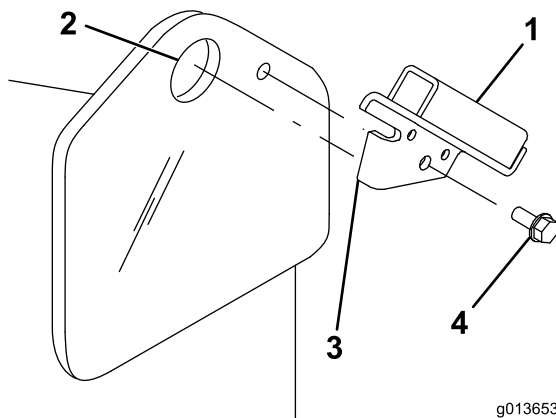

Bild 3
1. Stecken Sie die Nase am Scheibenbügel in das Hebestellenloch an der Zugmaschine, wobei Sie das Loch in der Halterung mit dem kleinen Loch im Rahmen der Zugmaschine ausfluchten (Bild 3).
Hinweis: Es gibt einen Bügel rechts und einen links. Stellen Sie sicher, dass Sie für jede Seite den richtigen Bügel verwenden. Die Nase muss sich im Hebestellenloch und die Halterung muss an der Außenseite des Rahmens sein (Bild 3).
2. Befestigen Sie die Halterung mit einer Blechschraube am Rahmen (Bild 3).